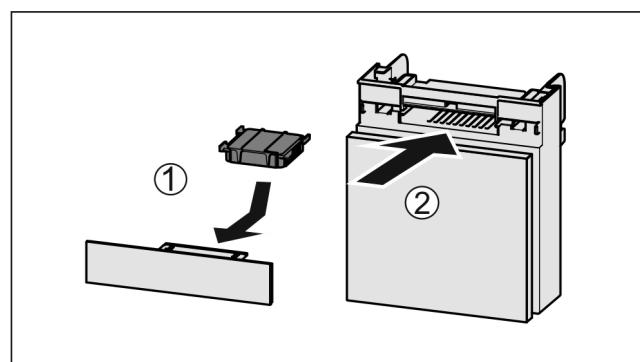

Fig. 63
- Установите фильтр с активированным углем, как показано на рисунке Fig. 63 (1).
- Вставьте отделение Fig. 63 (2).